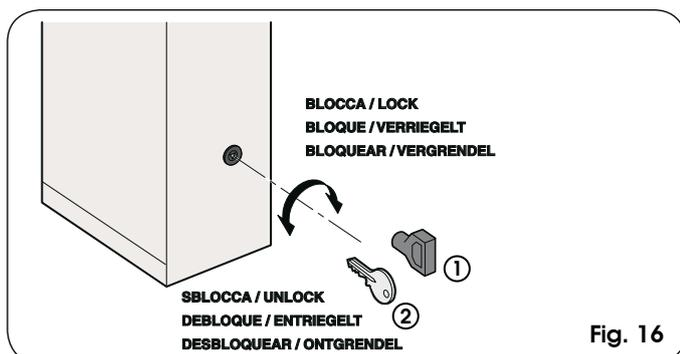

Fig. 16
La clé de déverrouillage fournie peut être triangulaire (Fig.16 réf. ①) ou personnalisée (Fig.16 réf. ② en option).
- Introduire la clé de déverrouillage dans la serrure et tourner la clé d'un tour complet en **sens inverse horaire** d'après la figure 16.
- tourner la clé en **sens horaire** jusqu'à l'arrêt et l'extraire (fig. 16 réf. ①).
- tourner la clé en **sens horaire** jusqu'au point où l'extraction est possible (fig. 16 réf. ②).